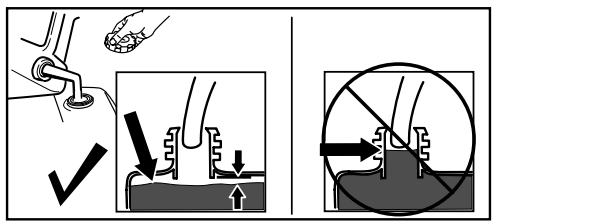

Figura 14
Llene el depósito de combustible como se muestra en la Figura 14; no llene por encima del extremo inferior del cuello del depósito de combustible.
- Retirada de obstrucciones del conducto de descarga; consulte Cómo limpiar un conducto de descarga atascado \(página 18\). Utilice la herramienta desatascadora (Figura 14), no las manos, para retirar obstrucciones del conducto de descarga.